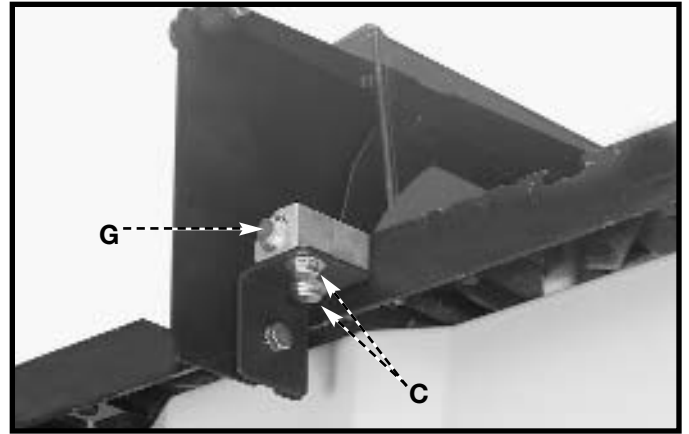

Fig. 17
9. Lorsque le couteau séparateur est bien aligné avec la lame de scie, resserrer les vis (C) et (G) fig. 17.